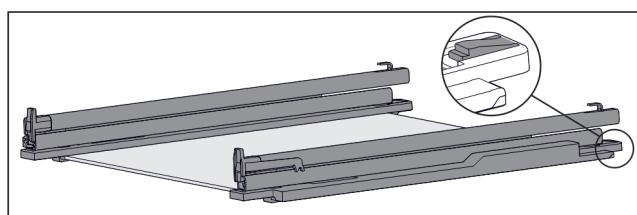

Fig. 110 Стеклянная пластина с направляющими и крепежными элементами
- Крепежный элемент сзади прижмите вниз (см. Fig. 110) и одновременно отодвните направляющую назад.